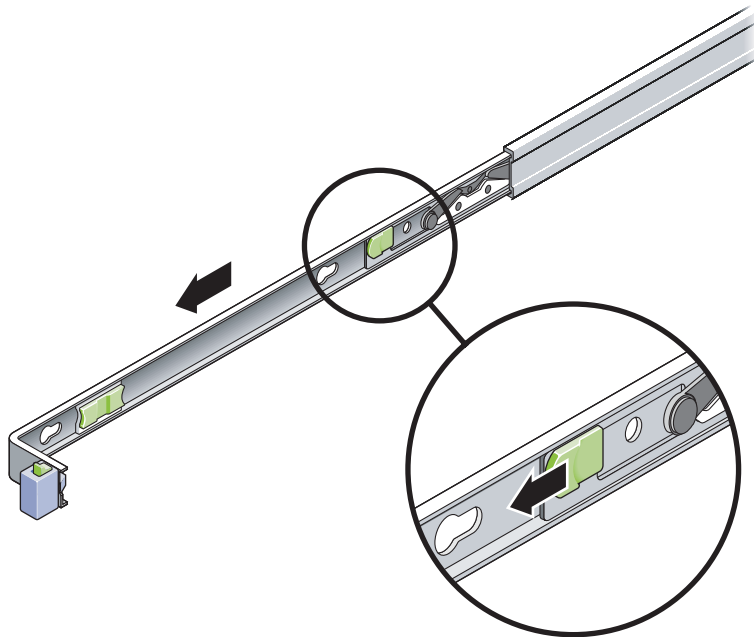

图 2-2 安装托架上释放按钮的位置
- c. 按图 2-2 所示的方向滑动安装托架释放按钮，随后将安装托架滑出滑轨。